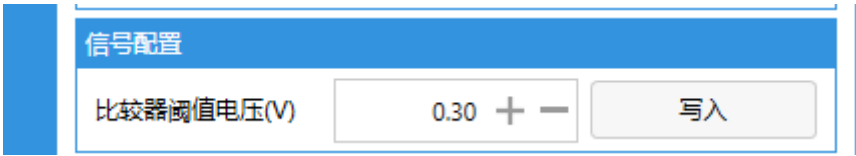

图9 信号配置
1.5.6 信号配置，设置的比较器阈值，是相对输入信号的，当采集的信号小于比较器阈值，信号将被过滤掉，如图9所示。